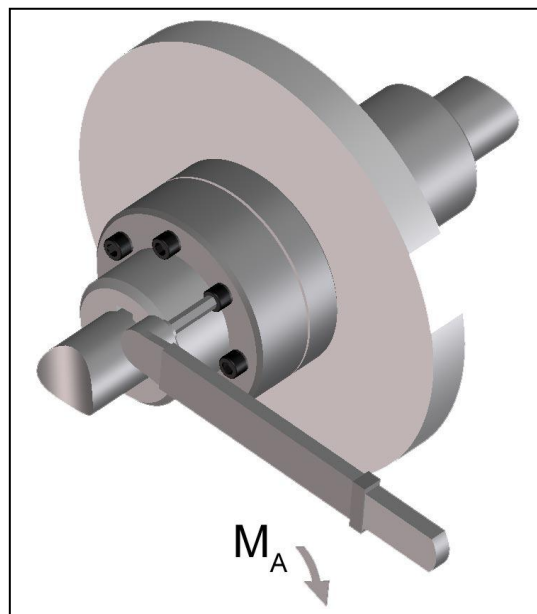

Bild 10
- Ziehen Sie die Klauenringverschraubung mit dem in Tabelle 6 vorgeschriebenen Anzugsdrehmoment M_A fest (Bild 10).